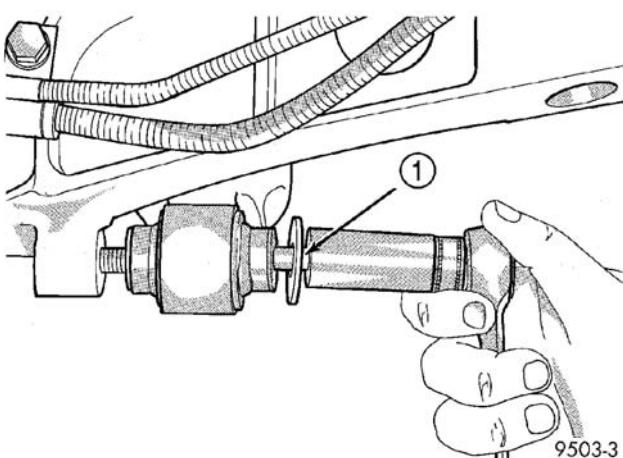

图 32 后减振器固定螺栓
(2) 将一个辅助通用千斤顶或变速箱千斤顶置于后桥下，朝向需要更换板簧的那一侧。千斤顶垫应刚好接触到底桥。
(3) 卸下减振器下固定螺栓 (图 32)。